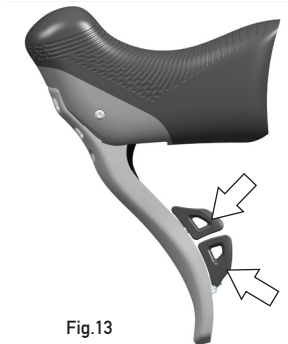

Fig.13
- Ao premir o manípulo inferior, o desviador dianteiro desloca-se para cima (Fig.13).
- Ao premir o manípulo superior, o desviador dianteiro desloca-se para baixo (Fig.13).